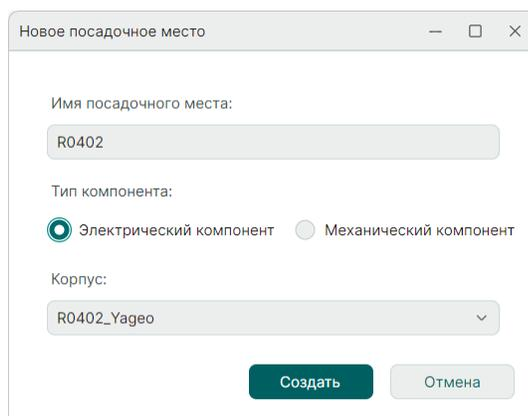

Рис. 78 Ввод наименования и выбор параметров посадочного места
2.2. В окне «Новое посадочное место» заполните поля и выберите необходимые элементы, см. Рис. 78